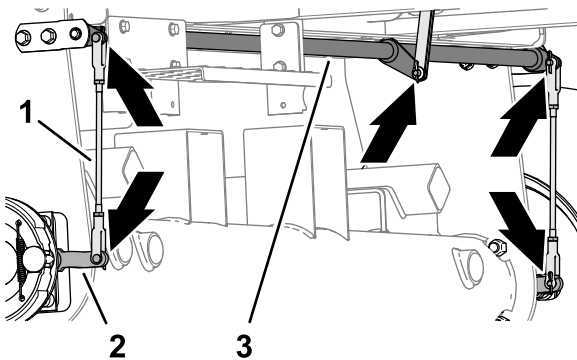

Bild 72
1. Überprüfen Sie die linke und rechte Bremsstangenbaugruppe (Bild 72) auf Schäden und Verschleiß.
2. Kontrollieren Sie die Drehwelle der Bremse (Bild 72) auf Schäden und Verschleiß.